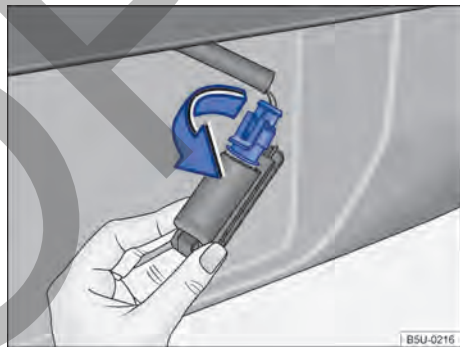

Fig. 191 Luz de la placa de licencia: retirar el portalámparas.
3. Girar el portalámpara en el sentido de la flecha → fig. 191, y desensajarlo del alojamiento. ▶
7. Presionar el portalámparas en el alojamiento y girar en el sentido contrario al de la flecha → fig. 191.